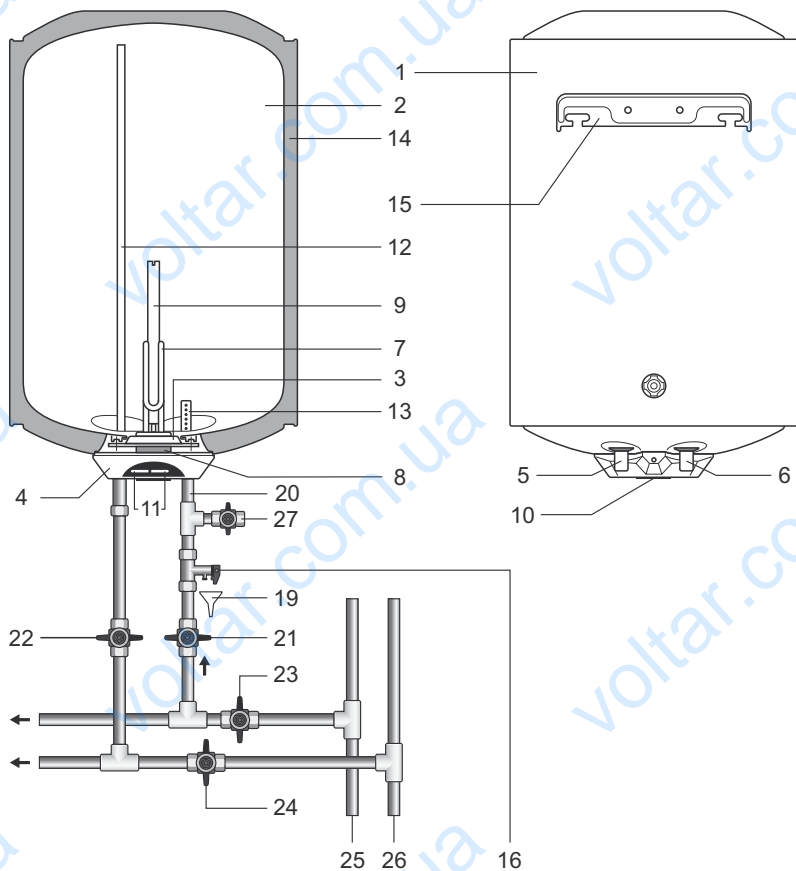

Рис. 1 / Fig. 1 / Рис. 1 / 1 сур.
Описание Рис. 1 / Description Fig. 1 / Опис Рис. 1 / 1 сур. Сипаттамасы
У процесі експлуатації ЕВН споживач може регулювати температуру нагрівання води за допомогою ручки регулювання температури (10) **Рис. 1**, розташованої на захисній кришці.
На захисній кришці приладу встановлено дві контрольні лампи (11) **Рис. 1:** контрольна лампа червоного кольору світиться постійно при підключенні ЕВН до мережі електроживлення; контрольна лампа жовтого кольору відображає режим роботи ЕВН, світиться при нагріванні води і гасне при досягненні встановленої температури.
Підключення до водопровідної системи проводиться відповідно до (Рис. 1) за допомогою мідних, пластмасових труб або спеціальної гнучкої сантехнічної підводки, розрахованих на температуру до 100 °С при максимальному робочому тиску. Забороняється використовувати гнучку підводку, яка вже була у вживанні. Сантехнічна підводка і запірні арматура повинні відповідати параметрам водопровідної мережі і мати необхідні сертифікати якості. При монтажі не допускається надмірних зусиль, щоб уникнути пошкодження різьби патрубків.